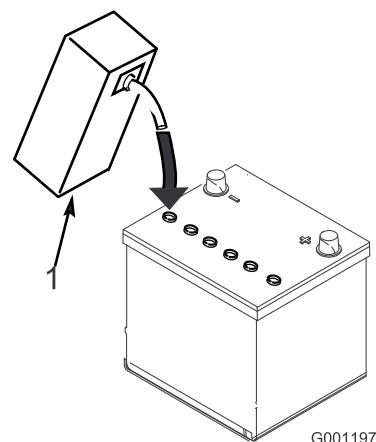

Figura 6
3. Riempite con cautela ciascun elemento di elettrolito finché le piastre non sono coperte con circa 6 mm di fluido (Figura 6).
4. Attendete circa 20 o 30 minuti perché le piastre assorbano l'elettrolito. All'occorrenza rabboccate finché l'elettrolito non è a 6 mm circa dalla base della tazza di riempimento (Figura 6).